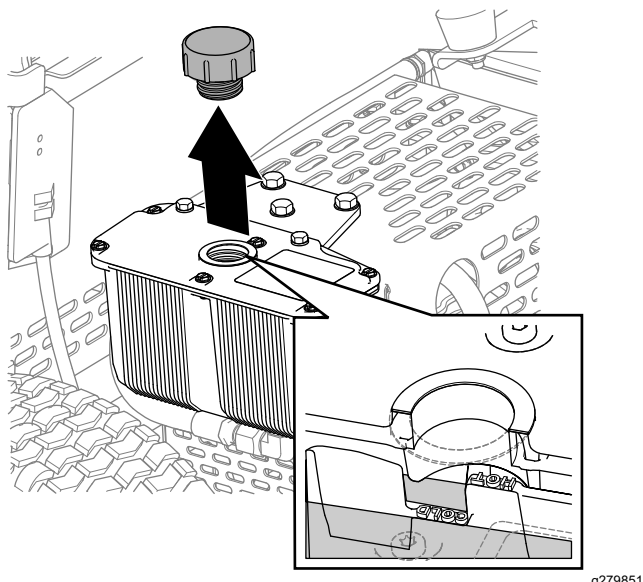

Рисунок 36
3. Снимите крышку и проверьте уровень гидравлической жидкости в баке (Рисунок 36).